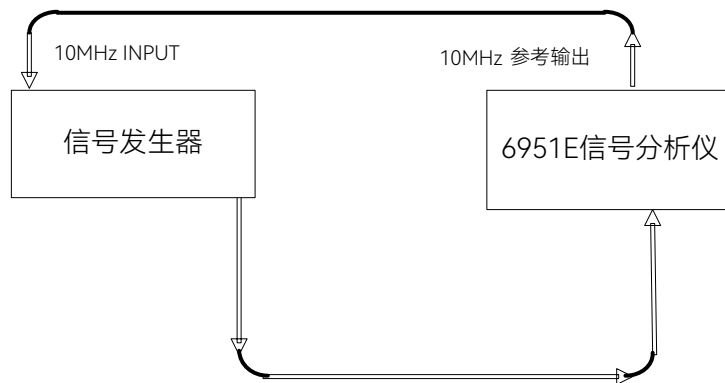

图7.12 参考电平测试
- 5) 按照图 7.12 连接测试仪器, 设置信号发生器输出频率 50MHz, 功率-60dB。
- 1) 按图 7.12 连接仪器，将 50 欧姆负载和转接器连在 6951E 的输入端口。